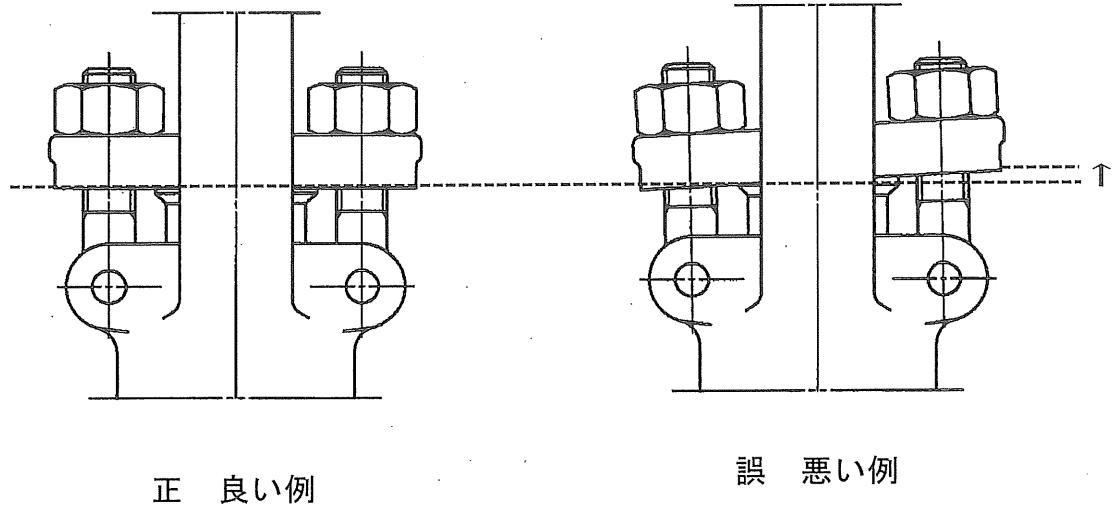

図 7.1 グランドボルトナットの締め付け調整例
②この場合、弁棒ねじ部にはグリースを塗ることによって操作性を維持することができます。
③グランドパッキンを挿入する場合は、グランドパッキンの切り口が重ならないように、1リングずつ挿入し、且つ1リングずつ毎に適当な締付力を与えてください。
④ 図 7.1に示すとおり、グランドボルトナットを締めながらハンドル車の廻り具合をみてグランドを片締めしないように交互に平均した力で調整してください。